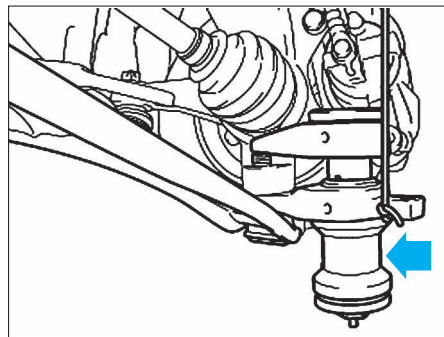

FIG. 2
- Extracteur de rotule de pivot (réf : 09628-00011) (Fig.2).